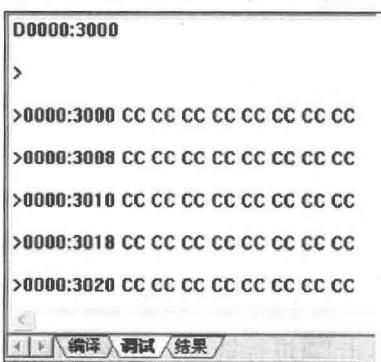

图 1.1.6 查看内存 3000H 起始地址的数据
8) 将输出区切换到调试窗口，使用 D0000: 3000 命令查看内存 3000H 起始地址的数据，如图 1.1.6 所示。存储器在初始状态时默认数据为 CC。